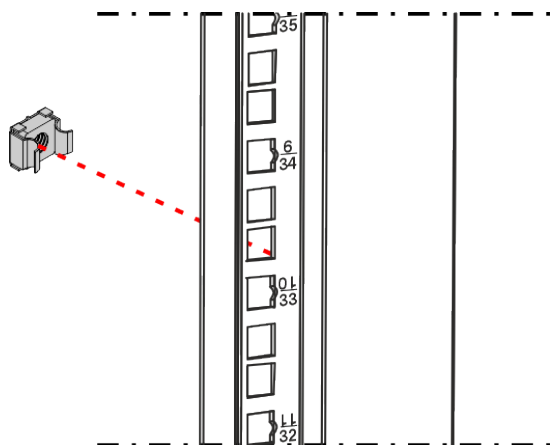

Fig. 43
- 01) Inserire 4 **dadi a gabbia (L)** davanti ai fori sulle **staffe verticali (F)** nel punto in cui si desidera montare l'apparecchiatura, come mostrato nella Fig. 43.